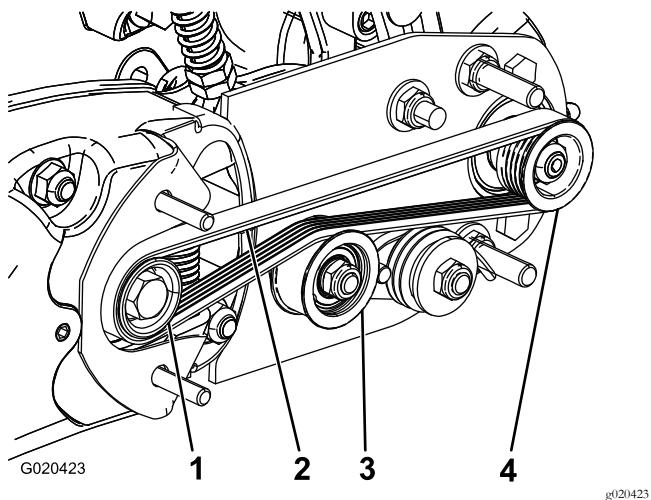

Figure 11
1. Passez la courroie autour de la poulie d' entraînement puis sur le dessus de la poulie de tension (Figure 11).